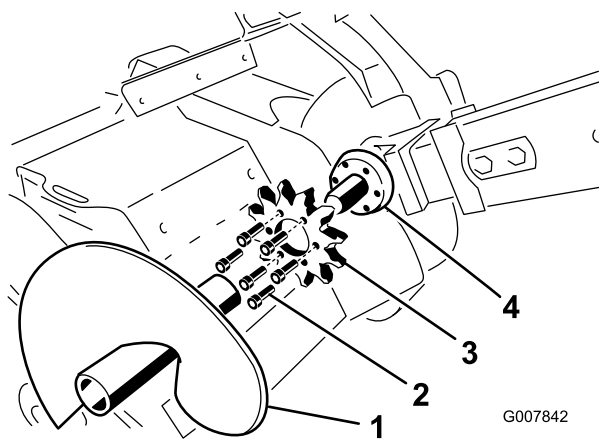

Figure 60
3. Enlevez la tarière de déblayage (Figure 60).
12. Vissez à la main les 6 boulons dans le barbotin (Figure 60).
8. Enlevez les six boulons de fixation du barbotin d'entraînement (Figure 60).
9. Déposez le barbotin d'entraînement et mettez-le au rebut (Figure 60).
10. Nettoyez la surface de montage du barbotin sur la trancheuse (Figure 60).
11. Glissez le nouveau barbotin sur l'arbre (Figure 60).